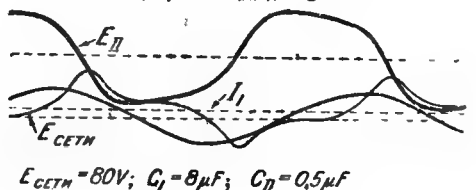
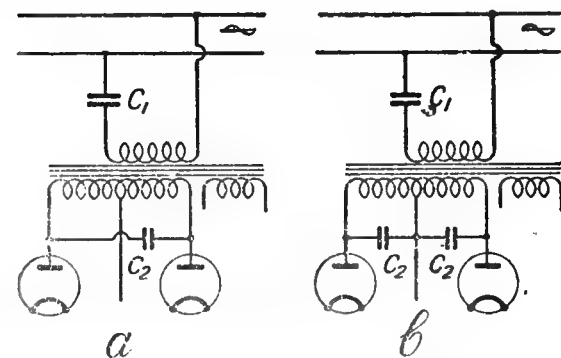
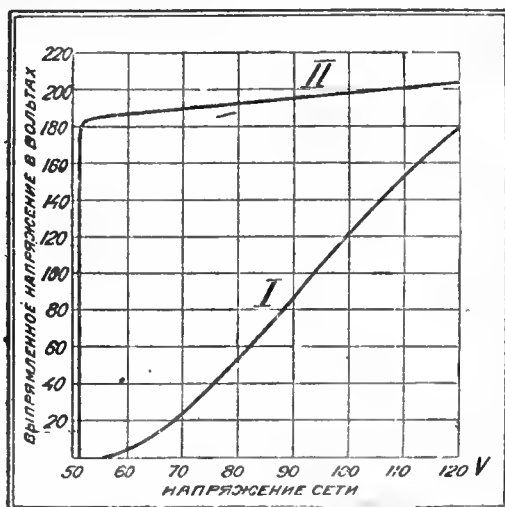

Рис. 6
Рис. 7
Рис. 8
3. Кривая напряжения вторичных обмоток имеет форму, близкую к трапеции, т. е. на значительной длине полупериода переменного тока напряжение имеет максимальное значение. Это видно из осциллограмм №№ 1, 2 и 3 (рис. 6). На этих осциллограммах заснято напряжение сети ($E_{\text{сети}}$), напряжение вторичной обмотки (E_{II}) и ток первичной обмотки (I_1) в феррорезонансном трансформаторе, работающем в схеме выпрямителя.
В большинстве случаев требования, которые предъявляются к устойчивости режима питания радиоустановки, вполне будут удовлетворены при работе по схеме рис. 1. Но для некоторых специальных целей, как например питание измерительных схем с катодными лампами (катодные вольтметры и др.), питание коротковолновых передатчиков, радиоприемных телеустановок и т. п., может потребоваться еще более устойчивый режим. Для таких целей характеристику $E_{\text{вып}} = f(E_{\text{сети}})$ и $I_{\text{нак}} = f(E_{\text{сети}})$ выпрямителя (трансформатора) можно улучшить включением во вторичную обмотку конденсатора C_2 (рис. 7 а и в). Конденсатор C_2 в этой схеме требуется сравнительно небольшой емкости. Так например, в выпрямителе, где емкость C_1 равнялась 10 μF , включение во вторичную обмотку двух конденсаторов в одну
микрофараду по схеме в рис. 7 дало значительное улучшение характеристики. Если изменения выпрямленного напряжения в схеме без конденсатора C_2 получались в 10 раз меньшими по сравнению с нормальной схемой выпрямителя, то при включении емкости C_2 эти изменения получались меньше в 20 раз. На рис. 8 и в 6-й и 9-й графах таблицы 1 приводятся результаты испытания такой несколько улучшенной феррорезонансной схемы питания.
Все другие особенности феррорезонансной схемы — „самозащита“ при коротком замыкании, трапециoidalная форма кривой напряжения, лучшая нагрузочная характеристика — остаются в силе и для схемы с емкостью C_2 . На рис. 6 из трех приводимых осциллограмм 2-я и 3-я соответствуют работе выпрямителя по улучшенной схеме рис. 7.